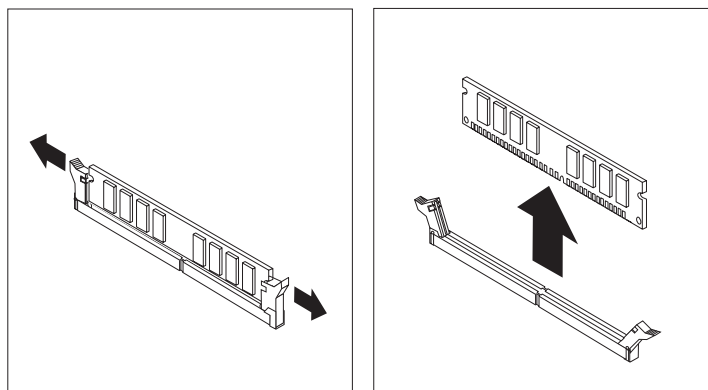

Figura 30. Extracción del módulo de memoria
4. Extraiga el módulo de memoria que va a sustituir abriendo los clips de retención tal como se muestra. Consulte la Figura 30 en la página 36.